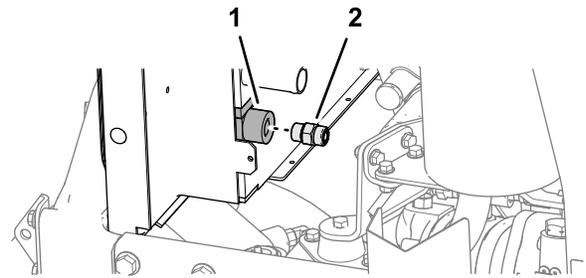

图30
2. 将直通接头-8 O 形圈面密封件/ 19mm SAE 装入散热器/油冷却器的油冷却器出口并拧紧接头图30。